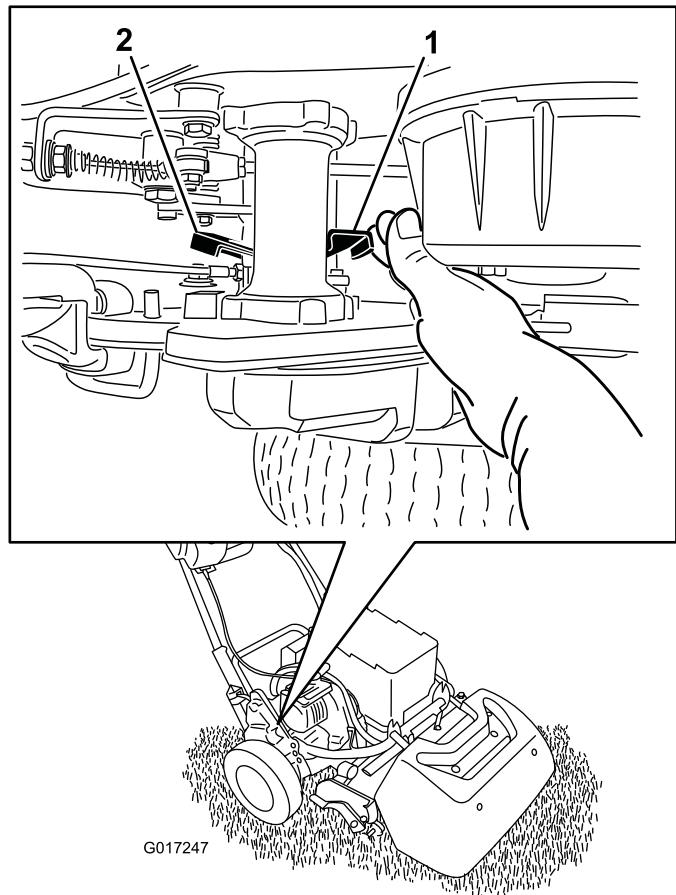

Figura 35
1. Sull'angolo posteriore destro della macchina, individuate la leva di innesto/disinnesto della trazione, vicino al tamburo di alloggiamento della trasmissione (Figura 35).